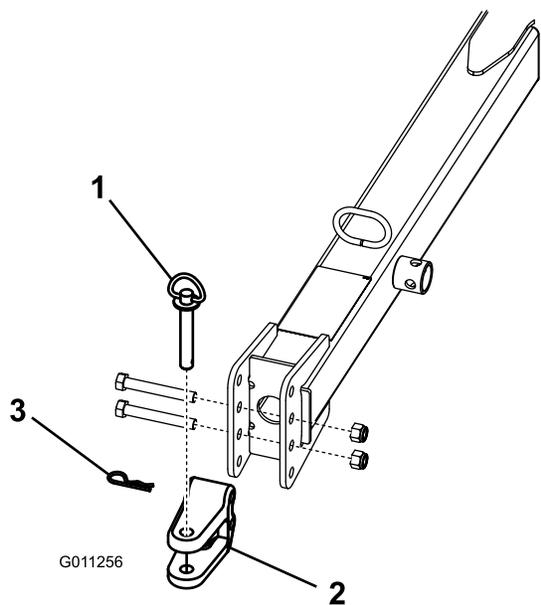

图10
- 卸下将挂钩 U 形销图10固定到挂钩牵引杆上的螺栓和锁紧螺母。